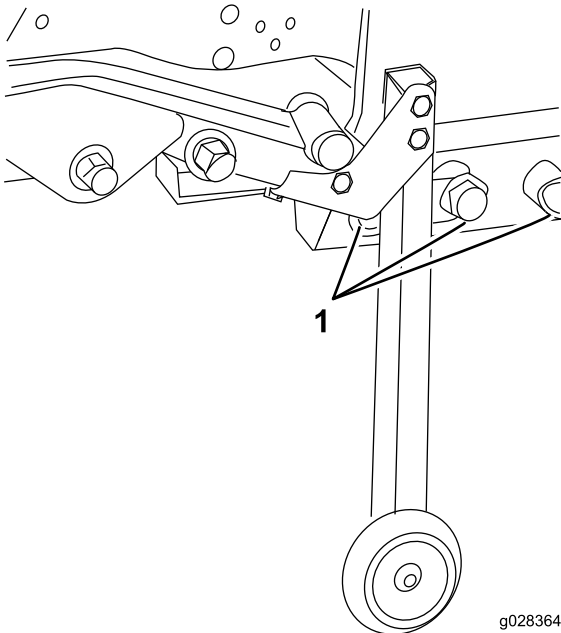

Figura 101
23. Retire con cuidado los pernos ($\frac{3}{4}$ "), las arandelas y las tuercas que sujetan el bastidor de la carcasa al bastidor trasero (3 en el lado izquierdo y 2 en el lado derecho) (Figura 101).